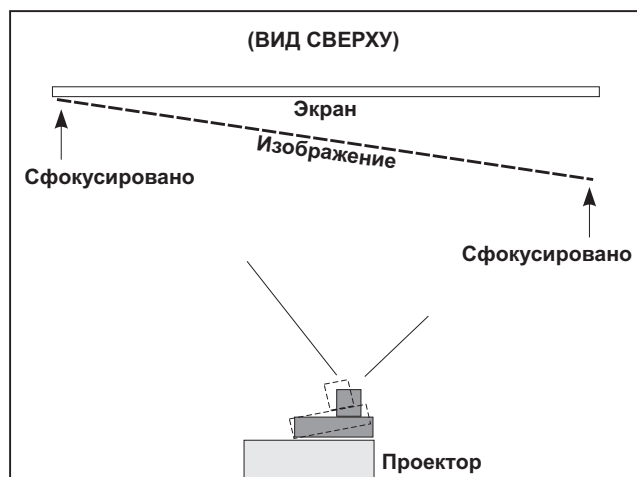

Рис. 2-22 Вид сверху, иллюстрирующий неправильную регулировку оси проекции
- a. Если изображение в правой части экрана сфокусируется до того, как объектив будет полностью задвинут, фокус изображения находится перед экраном. См. Рис. 2-22. Чтобы исправить эту ситуацию, с помощью **винта горизонтальной регулировки оси проекции** поверните объектив **ВЛЕВО** для выравнивания левого и правого краев.